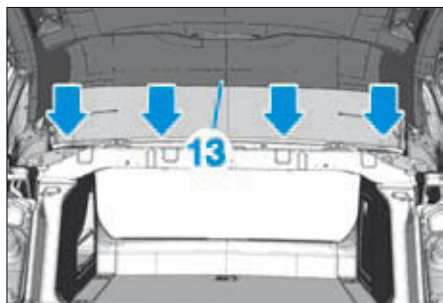

FIG. 44
- Dégrafer l'arrière de la garniture (13) de pavillon (Fig.44).